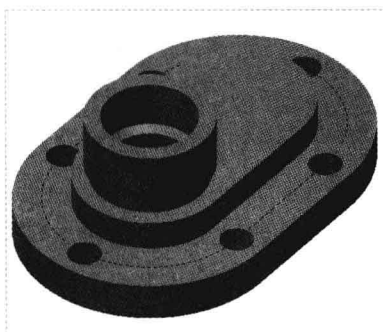

图 18-50 创建拉伸切除特征 1
Step 06 单击“关闭”面板中的“确定”按钮，完成截面绘制并退出草绘环境；在绘图区调整拉伸方向，设置拉伸类型为“穿透”，单击“移除材料”按钮，单击“应用并保存在工具中所做的所有更改，然后关闭工具操控板”按钮，完成拉伸切除特征的创建，如图 18-50 所示。